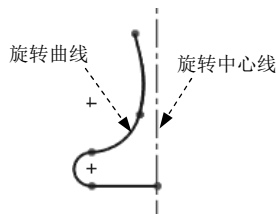
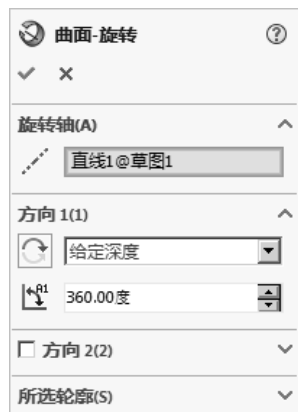

图 6.4.7 定义旋转曲线
图 6.4.8 “曲面-旋转”对话框
Step3. 定义旋转曲线。选取图 6.4.7 所示的曲线为旋转曲线, 系统弹出如图 6.4.8 所示的“曲面-旋转”对话框。
说明: 在选取旋转曲线时, 系统自动将图 6.4.7 所示的中心线选取为旋转轴, 所以此例不需要再选取旋转轴; 用户可以通过单击  文本框来选择中心线。
Step5. 定义旋转类型及角度。在“曲面-旋转”对话框 **方向1(1)** 区域的  下拉列表中选择 **给定深度** 选项；在  文本框中输入角度值 360.00，如图 6.4.8 所示。